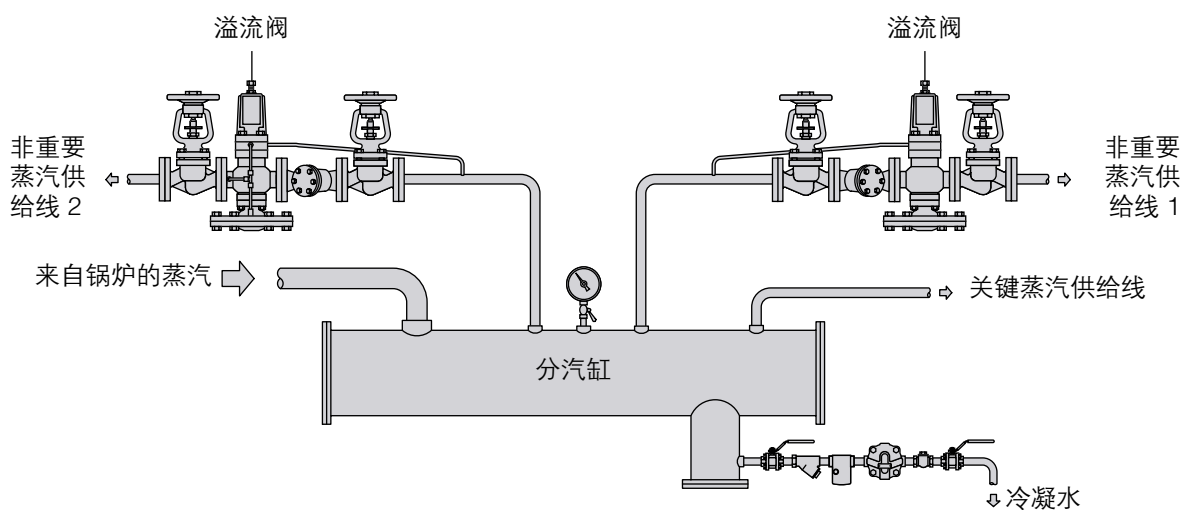

图3.22.2 溢流阀用作负荷屏蔽装置
- 压力维持阀门（也称为溢流阀）可用作负荷屏蔽装置，它可以切断非重要设备而保证重要设备优先使用蒸汽，典型的布置如图3.22.2所示。这种方法的成功使用取决于峰值负荷的严重程度而且假设当发生峰值负荷时锅炉正在运行。